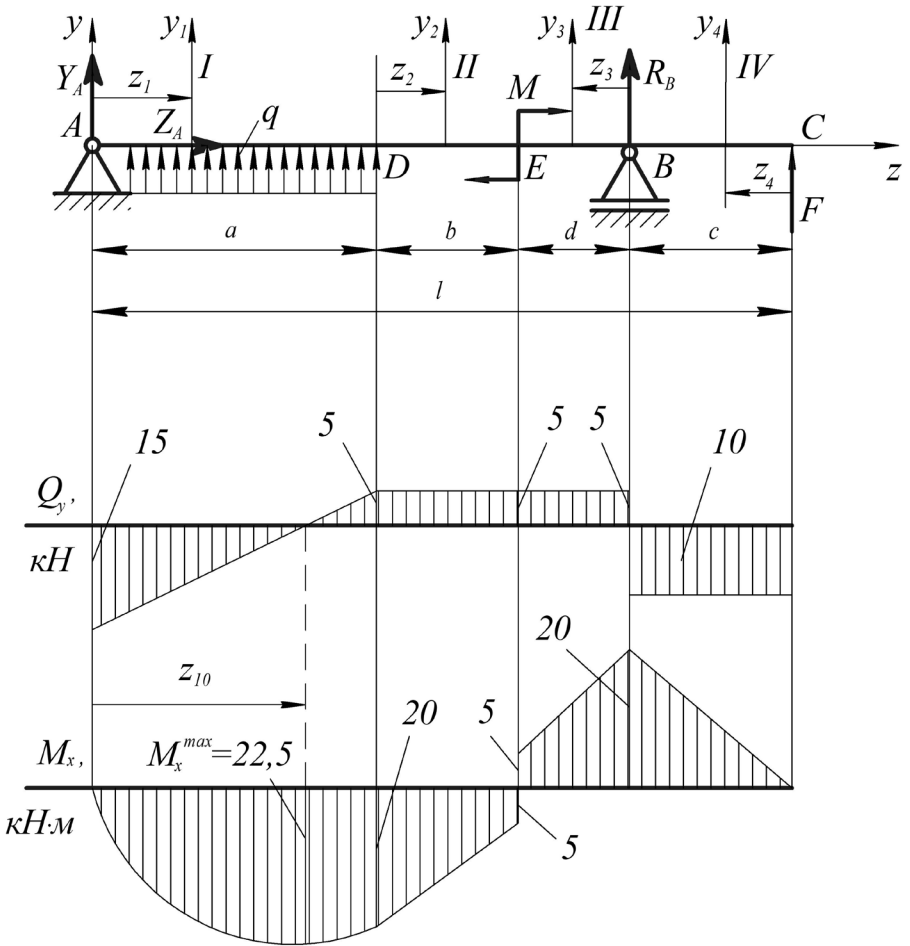

Рисунок 5.3
4. Строим эпюры Q_y и M_x (рисунок 5.3).